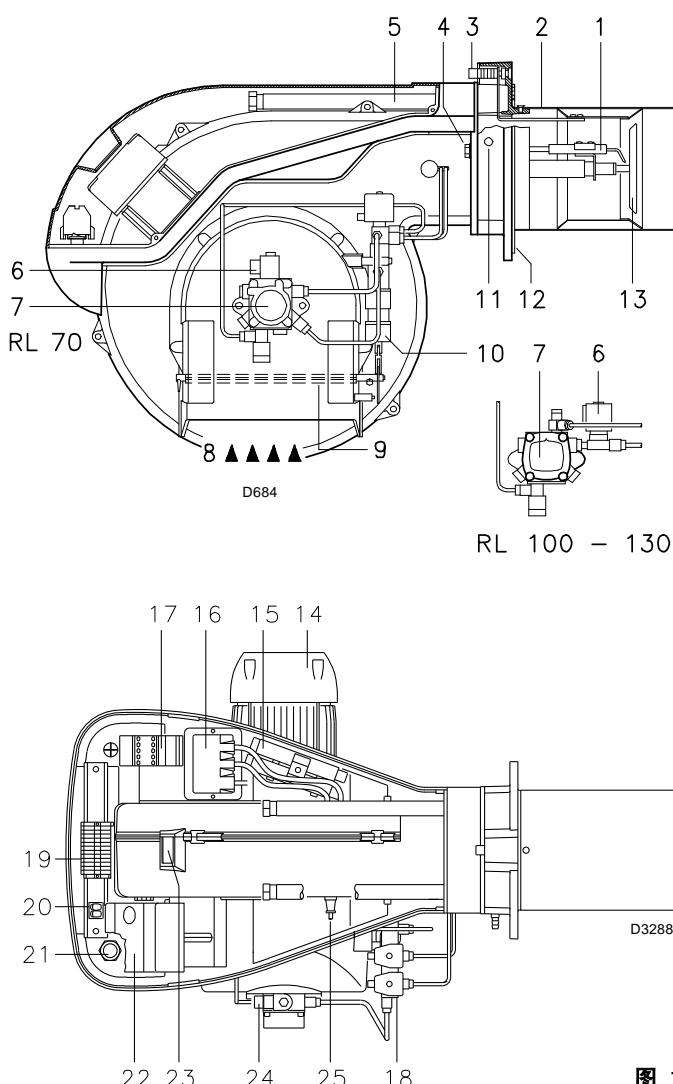

图 1
## 4.2 燃烧器描述 (图 1)
- 2 - 滑杆5)(图1)的加长杆15)(图1)